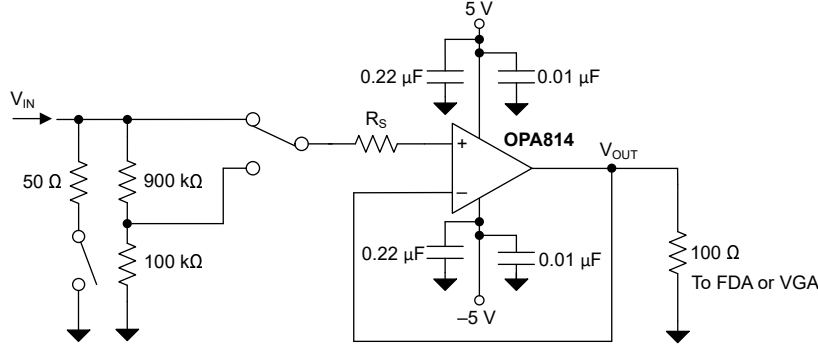
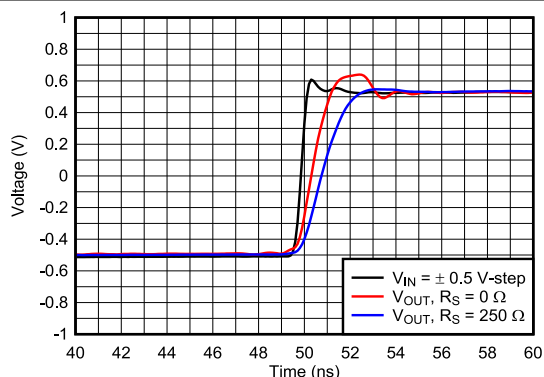
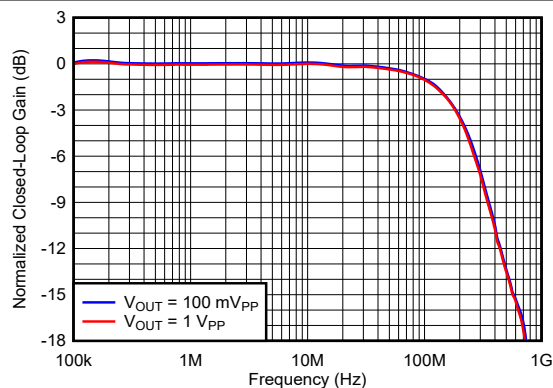

图 8-4. 高输入阻抗 180MHz 数字转换器前端放大器
图 8-5. 数字转换器前端的阶跃响应
图 8-6. $R_S = 250 \Omega$ 时的频率响应
- **优化过冲：**OPA814 具有内部压摆增强电路，可在需要高压摆率的应用中（例如配置为跨阻放大器时）加快上升速度。对于必须限制过冲的应用，通过引入串联电阻 (R_S) 来限制输入压摆率；另请参阅图 8-4。电阻 R_S 在 OPA814 的同相引脚上形成一个输入电容约为 2.5pF 的低通滤波器，从而限制了放大器的输入压摆率。图 8-5 显示了限制放大器的输入压摆率如何实现良好的过冲性能。图 8-6 显示了此配置如何实现 180MHz 的小信号和大信号带宽。